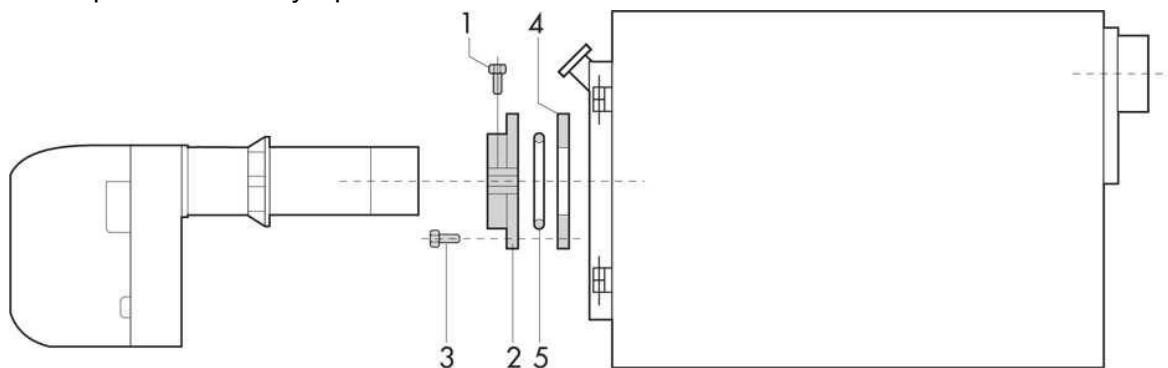

Рис. 2
Горелку следует устанавливать с помощью крепежного фланца (2) согласно очередности, указанной на вышепредставленной схеме (рис. 2). Для безопасной сборки горелки следует затянуть крепежный болт (1).